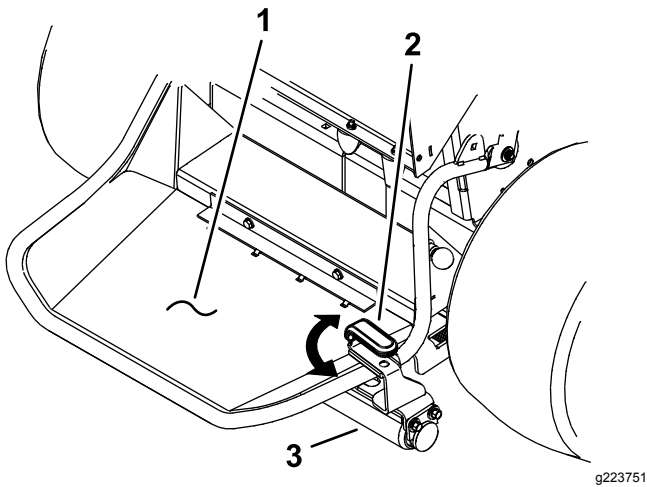

Figura 7
3. Con la plataforma bajada, eleve el rodillo y gire la palanca de elevación sobre la plataforma (Figura 7).